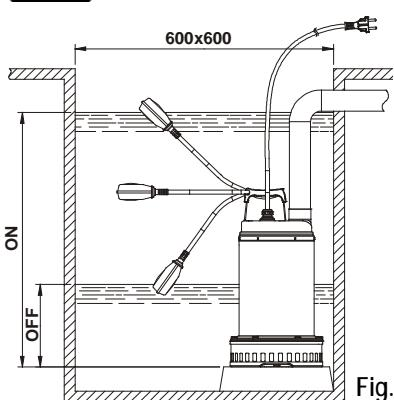

Fig.1
- 4.1 Nel caso in cui il fondo del pozzetto, dove la pompa dovrà funzionare, presentasse notevole sporcizia, è opportuno prevedere un supporto dove appoggiare la pompa al fine di evitare intasamenti (**Fig.1**)
2. Per la versione provvista di interruttore a galleggiante, accertarsi che quest'ultimo possa muoversi liberamente (vedi paragrafo REGOLAZIONE INTERRUTTORE A GALLEGGIANTE). Prevedere dei pozzetti di alloggiamento aventi **dimensioni minime** come indicato in **Fig.1**. Il pozzetto dovrà sempre essere dimensionato anche in relazione alla quantità d'acqua in arrivo ed alla portata della pompa in modo da non sottoporre il motore ad eccessivi avviamenti.